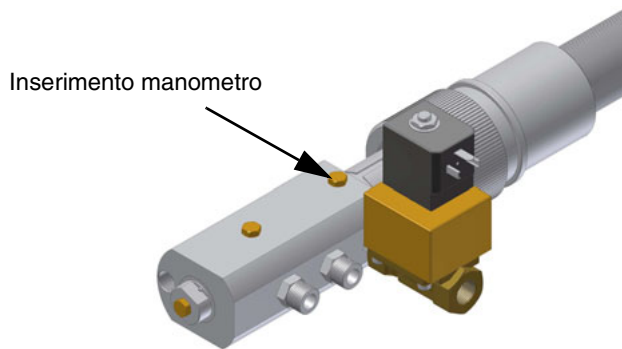

Fig. 18
- 7 La pressione di alimentazione ugello è già pre-tarata in fabbrica e non deve essere cambiata. Solo se necessario, regolare la pressione di alimentazione (vedi relativo paragrafo) nel modo seguente: inserire un manometro nella posizione indicata in Fig. 18 agire sulla vite di regolazione **VR** della pompa (vedi Fig. 17 e pag. 15) fino ad ottenere una pressione all'ugello pari a 25 bar (vd. grafici a pag. 23);